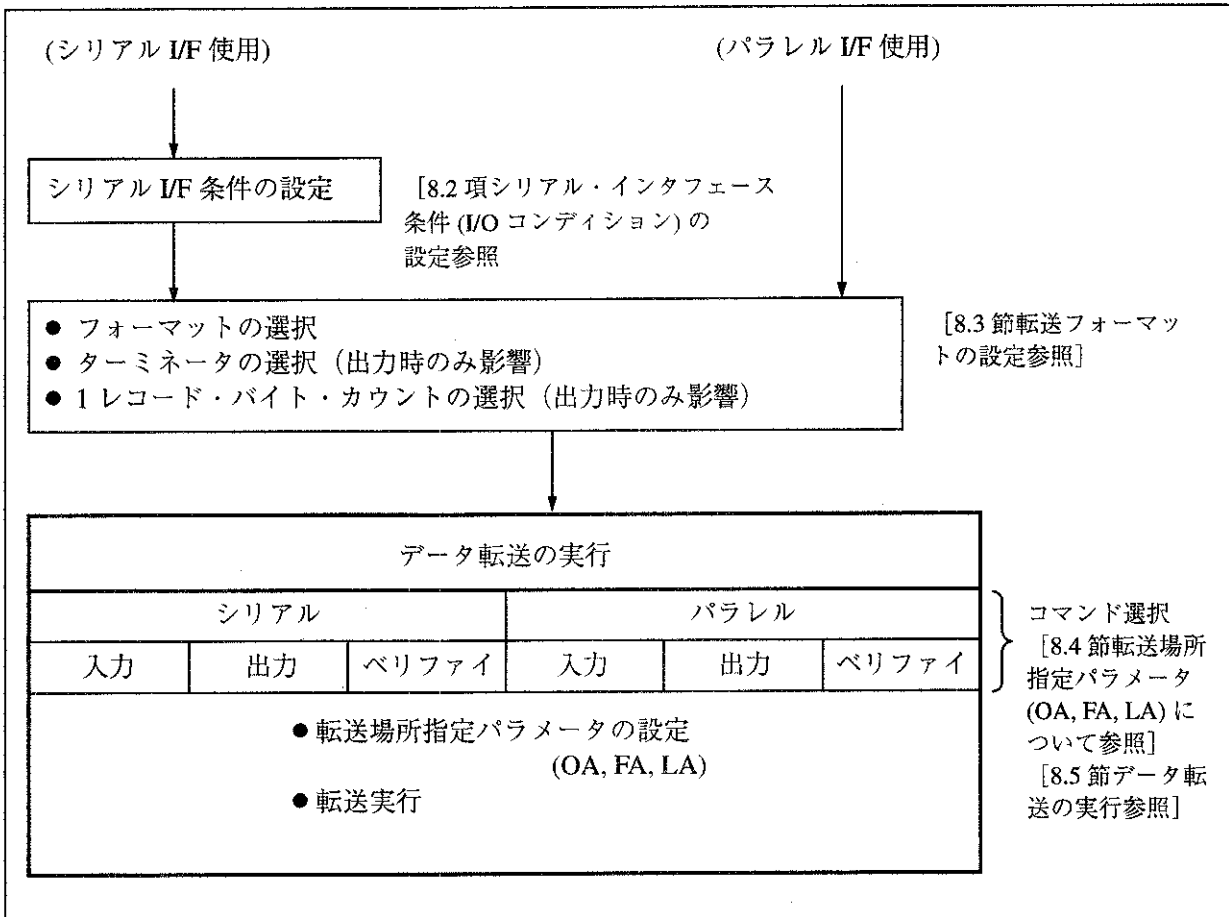

図 8-1 データ転送時の操作フローチャート
- データ転送（送受信、比較）を行うときの設定・操作手順のフローチャートは、[図 8-1 データ転送時の操作フローチャート] のようになります。